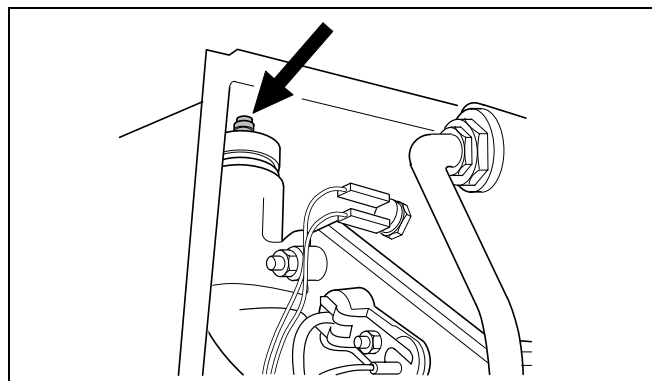

Fig. 17 Aerisitor automat
- Capacul de protecție de la aerisitorul automat se învârtă cu o rotație (fig. 17). Dacă prin aerisire presiunea scade sub valoarea minimă, se completează cu apă.